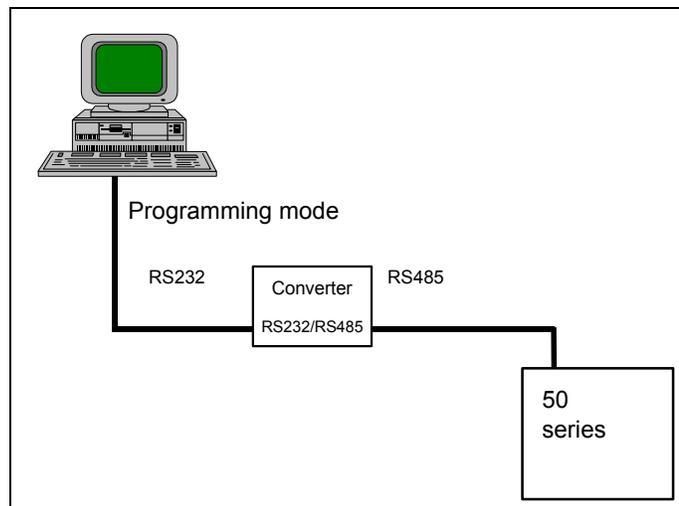

图 6-14： 在 CS31 连接( COM2 )的编程协议设置
- 这个协议也可以用在 CS31 连接端口 (COM2)上 (参见图 6-14)。